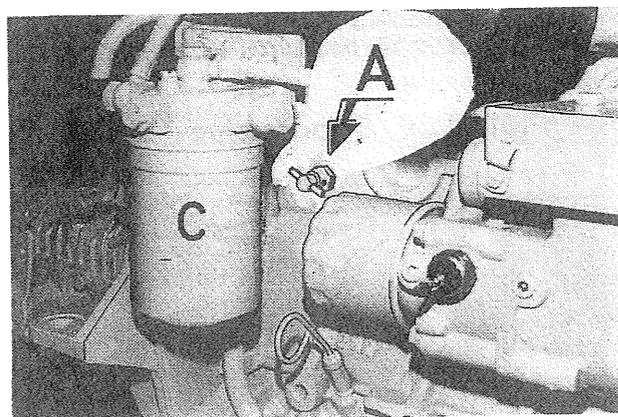

Fig. 38
Skru av trykklokket (B) på vanntanken. Avtapping skjer ved å åpne kranen (fig. 38, pos. A) på sylindrerblokken, foran brennoljefilteret C. Steng avtappingskranen.
Remove the filler cap (B) on header tank. Drain through cock (fig. 38, pos. A) on cylinder block, in front of fuel filter C. Close the drain cock.